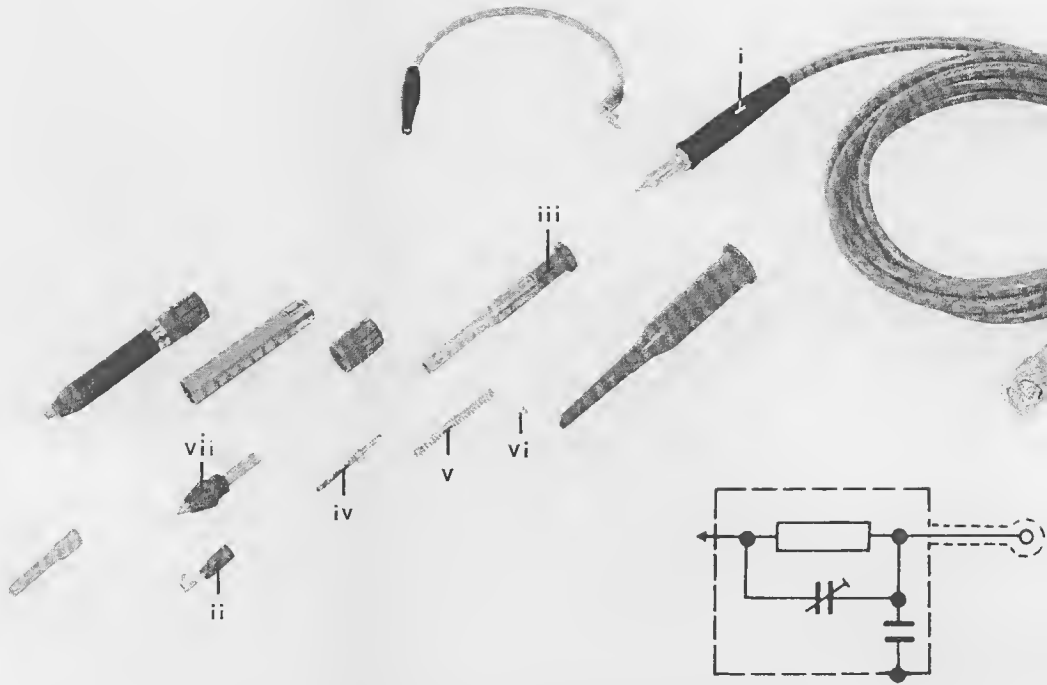

Fig. 16. Montagetekening met de meetkop
3. Demontage van de meetkop (fig. 16)